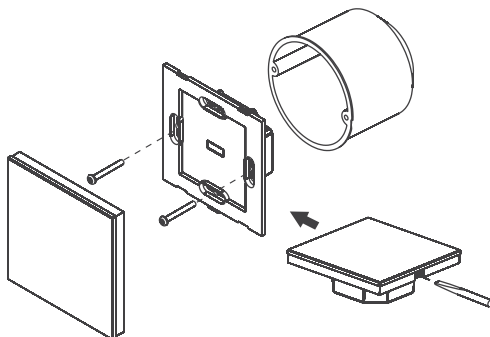

Рисунок 1. Монтаж панели управления.
- Аккуратно отделите лицевую панель от корпуса при помощи отвертки (Рис.1).